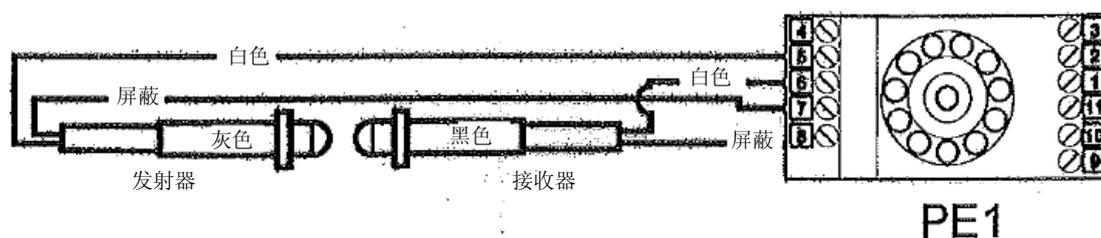

图 17: 下部光电监测器基座、发射器与接收器的接线。
1. 将光电监测器的接线连接至光电监测器底座。参见图 17。